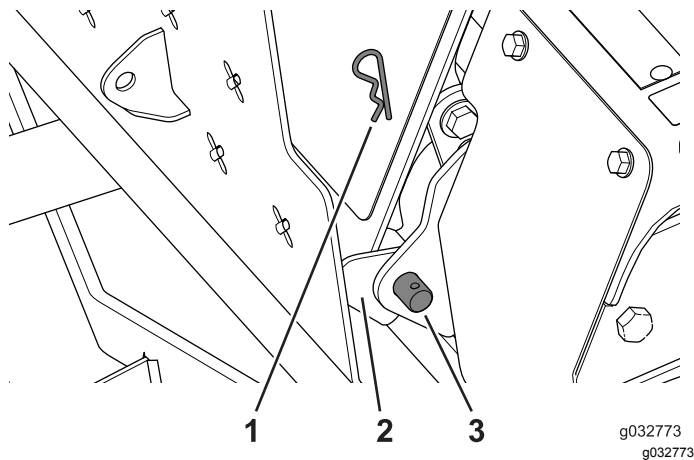

Bild 126
- Befestigen Sie die Bedienerplattform mit dem Lagerbolzen und dem Splint, wie in Bild 126 abgebildet.